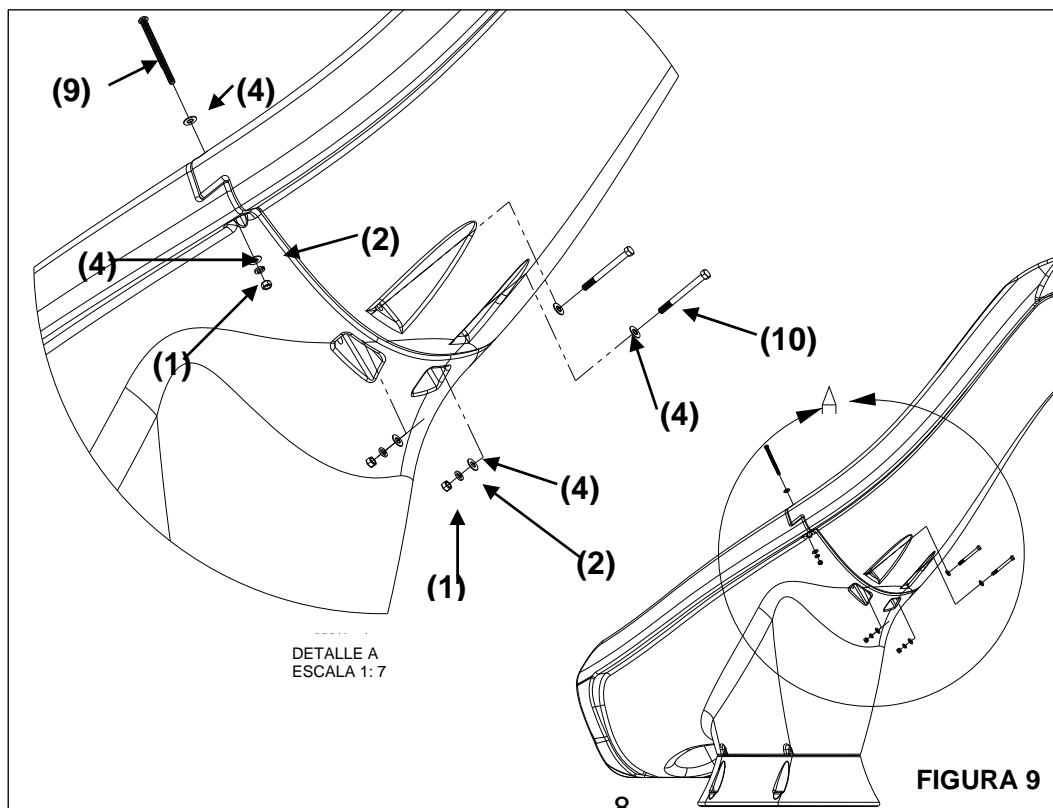

FIGURA 9
9) Coloque la escalera en posición vertical y una la sección de entrada de la pista a la sección de salida de la pista mediante tornillos de cabeza semiesférica, como se muestra en la figura 9. Apriételes hasta que las arandelas de presión estén completamente comprimidas. **Notas: se podría necesitar más de una persona para llevar a cabo este paso. No olvide aplicar lubricante anti-atascamiento a todos los espárragos para evitar corrosión por frotamiento.**
10) Una vez que haya apretado los tornillos de cabeza semiesférica, inserte los tornillos de cabeza hexagonal a través de la parte inferior de la pista, como se muestra en la Figura 9. Apriete los tornillos de cabeza hexagonal hasta que las arandelas de presión estén completamente comprimidas. **Nota: no olvide aplicar lubricante anti-atascamiento a todos los espárragos para evitar corrosión por frotamiento.**